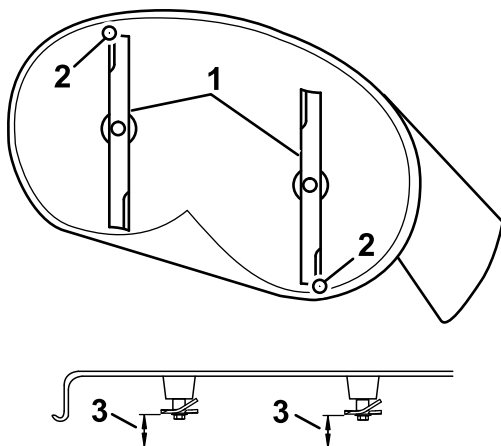
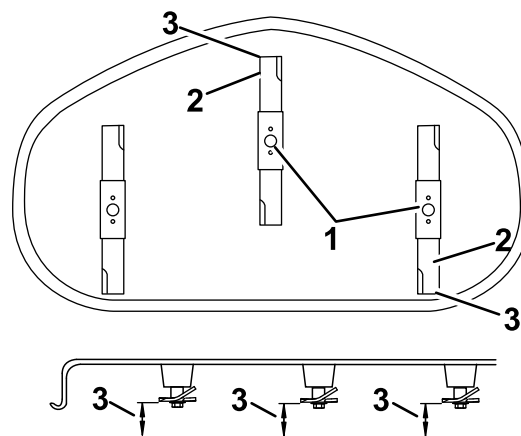

Figura 65
Figura 66
4. Gire cuidadosamente las cuchillas colocándolas en el sentido de avance de la máquina (Figura 65).
5. Mida entre la punta de la cuchilla delantera y la superficie plana y entre la punta de la cuchilla trasera y la superficie plana (Figura 65 o Figura 66).